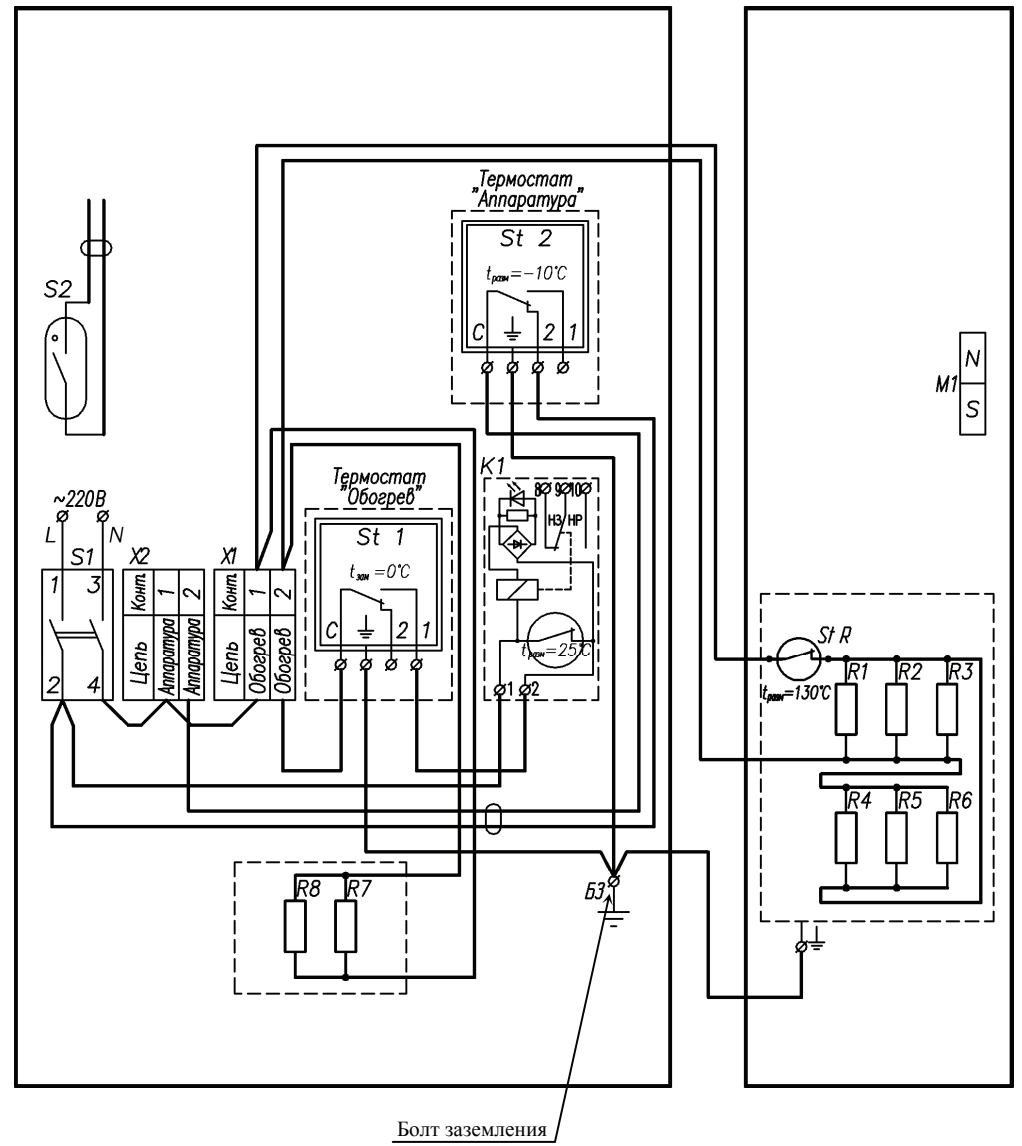

Рис.3 Схема электрическая принципиальная
3. Отсоединить от клеммной колодки X1 кабель Обогревателя 2 (рис.3).